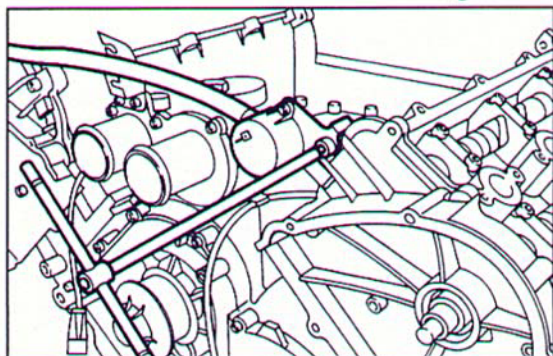

Fig. 267 ▼
- montare l'elettrovalvola controllo sovralimentazione (S.E.M.) avvitando la vite di fissaggio (Fig. 267);
- fit the boost control solenoid valve (S.E.M.), and tighten the securing screw (Fig. 267);